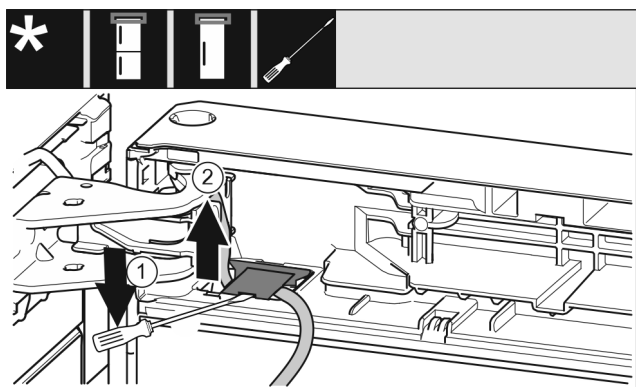

Fig. 11
- ▶ Ravnim odvijačem podignite pokrov i potom ga izvucite. Fig. 11 (1)
- ▶ Izvucite kabel. Fig. 11 (2)